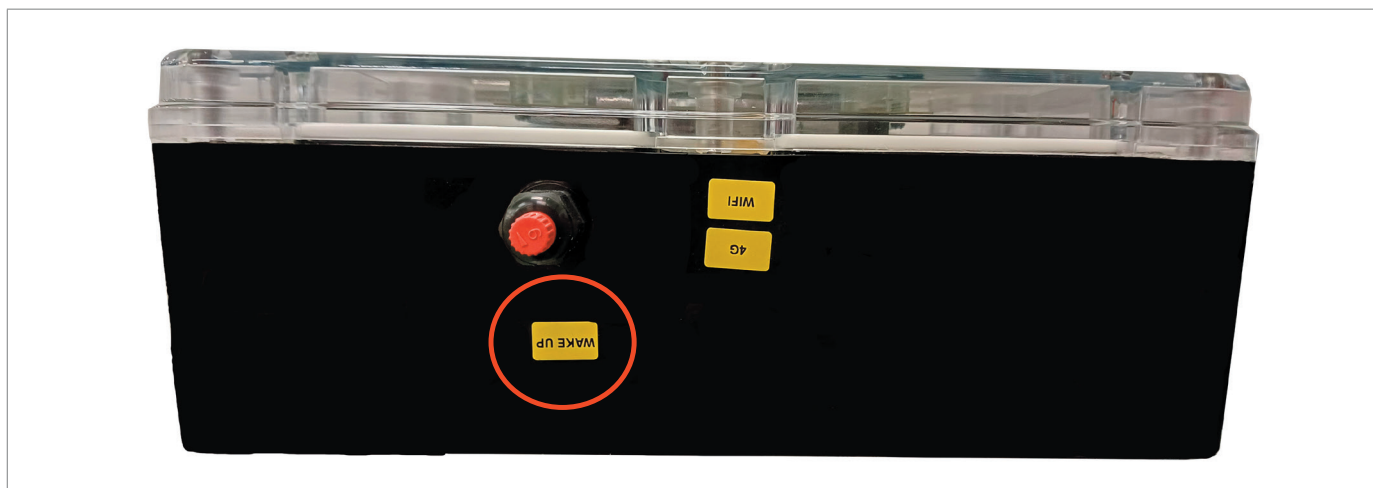

Fig. 5.18. Etiqueta de habilitación Bluetooth
1. Coloque el imán junto a la etiqueta "WAKE UP" (Fig. 5.18)